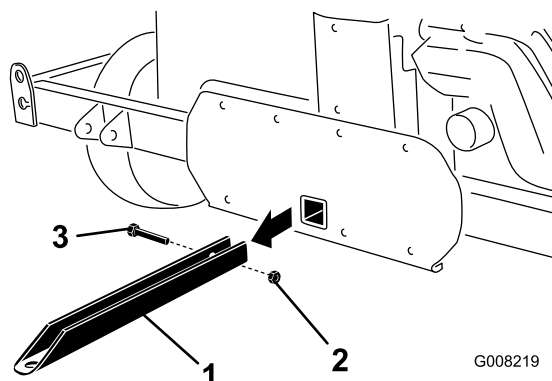

Рисунок 7
1. Снимите болт и гайку, которые крепят буксирную тягу к передней части установки переработки керна (Рисунок 7).